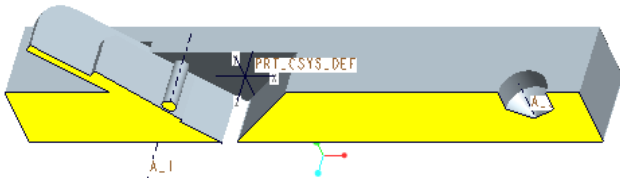

図 4-84 2次断面の塗りつぶし表示
- 「塗りつぶし」をした 2 次断面を図 4-84 に示す。